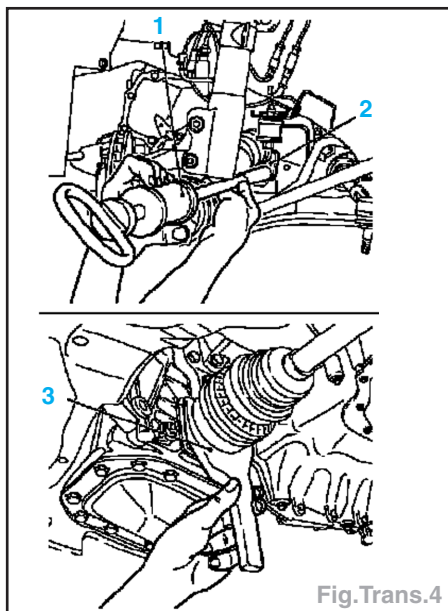

Fig.Trans.4
- Déposer la transmission coté boîte avec (Fig.Trans.4).